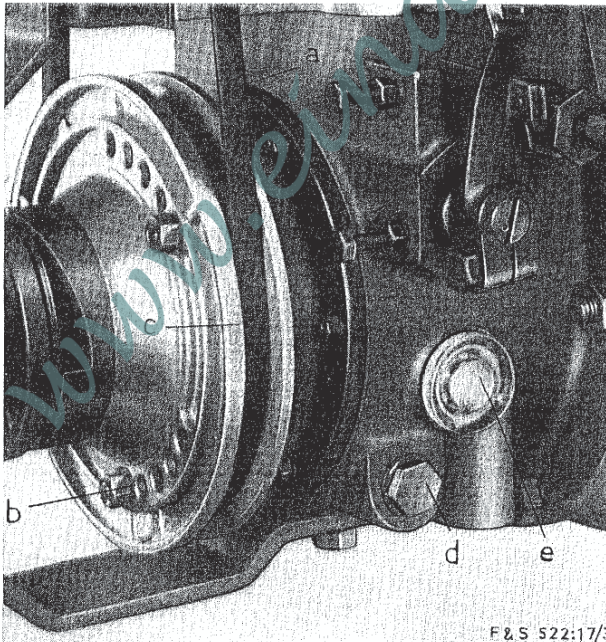
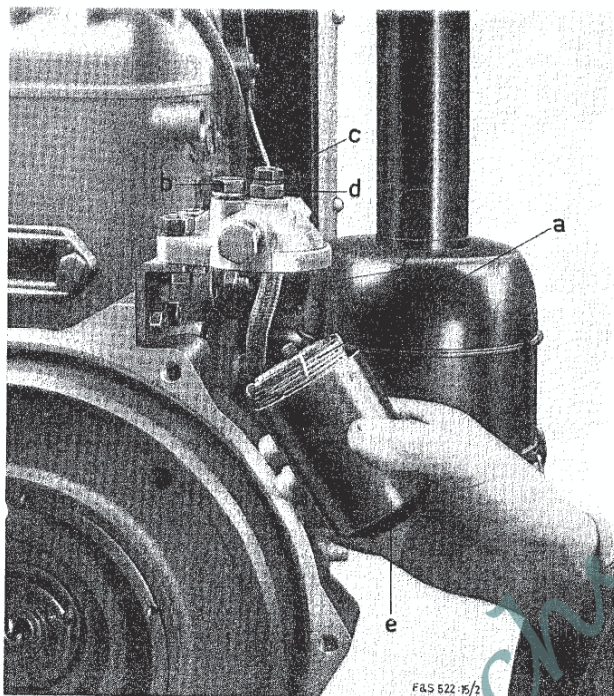

Bild 8
Bild 10
Kraftstoffeinspritzung: Aus dem hochgelegenen Kraftstoffbehälter gelangt der Kraftstoff durch einen Kraftstofffilter, der alle Schmutzteilechen zurückhält und dessen Filtereinsatz a (Bild 10) alle 1000 Betriebsstunden erneuert werden muß, zur Bosch-Einspritzpumpe h (Bild 5). Die Einspritzpumpe kann nur arbeiten, solange ihr der Kraftstoff ohne Luftblasen zufließt. Deshalb Tank niemals ganz leere fahren, da sonst Pumpe entlüftet werden muß.
3. **ÖLVORRAT IM GERÄTETRÄGER** kann durch das Ölstandsauge e (Bild 8) laufend überwacht werden.
Erreicht der Ölstand bei stehendem Motor nicht die Oberkante des Schauglases, muß ND-Öl der Viskosität SAE 20 (während der Sommermonate SAE 40 möglich) durch die Öleinfüllschraube l (Bild 5) eingefüllt werden. Da sich das Öl in einem von der Außenluft und den Verbrennungsgasen abgeschlossenen Raum befindet, altert es praktisch kaum. Nur wenn der Filtereinsatz a (Bild 10) im Kraftstofffilter ausgetauscht wird – alle 1000 Betriebsstunden – sollte hier der Ölvorrat erneuert werden. Das alte Öl wird durch die Verschraubung d (Bild 8) unten am Geräteträger abgelassen und 0,5 l neues Motorenöl SAE 20 durch die Einfüllschraube l (Bild 5) bis zur Oberkante des Schauglases eingefüllt.
NACHSTELLEN DES KEILRIEMENS FÜR DEN LÜFTERANTRIEB (Bild 8)
Die Spannung des Keilriemens a soll so eingestellt sein, daß sich der Riemen mit dem Daumen noch etwa 10 mm tief eindrücken läßt. Läßt sich der Keilriemen mehr als 20 – 30 mm tief eindrücken, ist er nachzuspannen. Die drei Muttern b (Bild 8), die die Riemenscheibe zusammenspannen, werden gelöst und die vordere bewegliche Deckscheibe c (Bild 8) der Riemenscheibe nach vorn abgenommen. Diese Deckscheibe wird dann um ein Loch nach rechts (in Laufrichtung der Kurbelwelle) verdreht und wieder aufgesetzt. Um den Keilriemen nicht einzuklemmen, wenn die Riemenscheibe wieder zusammengespannt wird, wird jeweils nur die Schraube angezogen, die senkrecht über der Kurbelwelle steht, also den Teil der Riemenscheibe zusammenzieht, der nicht vom Riemen umschlungen ist. Die Kurbelwelle wird dann gedreht, bis die nächste Schraube diese Stellung einnimmt und angezogen werden kann. Nach einigen Umdrehungen der Kurbelwelle und gleichzeitigem Nachziehen der Schrauben ist der Riemen nach außen gewandert und hat die richtige Spannung erhalten.
Um das Kraftstofffilter zu zerlegen, wird die Hohlchraube d (Bild 10) (mit dem großen Sechskant SW 17) in der Mitte des Filterdeckels gelöst. Der Filtertopf kann dann nach unten abgezogen werden. Das im Filtertopf stehende Wasser wird ausgegossen und der Filtertopf getrocknet. Auch das in den Filtereinsatz gedrungene Wasser muß sorgfältig entfernt werden. Man spült den Filtereinsatz in sauberem Dieselmotorkraftstoff sehr gut aus und trocknet ihn anschließend mehrere Stunden (am besten über Nacht)
Nachdem der Kraftstoffbehälter aufgefüllt ist, wird zunächst der **Kraftstofffilter** entlüftet. Man löst die außer Deckelmittle sitzende Sechskantkopfschraube b (Bild 10) über dem Filteraußenraum so weit, bis hier der Kraftstoff ohne Luftblasen austritt. Die Luft, die sich im Innenraum des Filters angesammelt hat, läßt man durch die Verschraubung in Deckelmittle entweichen. Wenn die obere Schraube (SW 14) gelöst wird, muß die darunter sitzende Hohlverschraubung mit einem Schraubenschlüssel (SW 17) festgehalten werden.